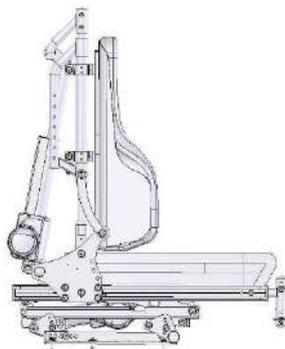

Figura 5-74
- El asiento Kiss es el que se muestra en la figura 5-74.